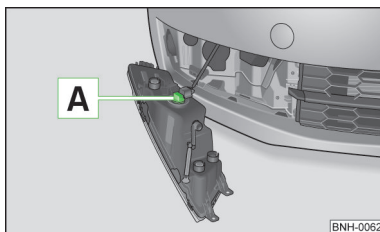

Abb. 131
- Den Lampenhalter  » Abb. 131 bis zum Anschlag entgegen dem Uhrzeigersinn drehen und herausziehen.